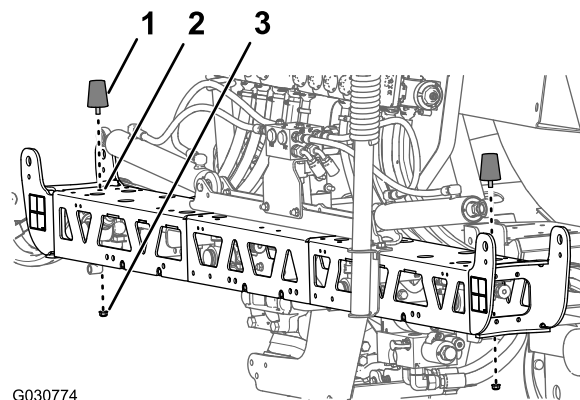

图 131
1. 将在卸下喷洒水臂托架(页码 31)的步骤 4 中卸下的缓冲器螺纹螺栓对齐穿过中央喷洒水臂段顶板端部的中间孔图 131。